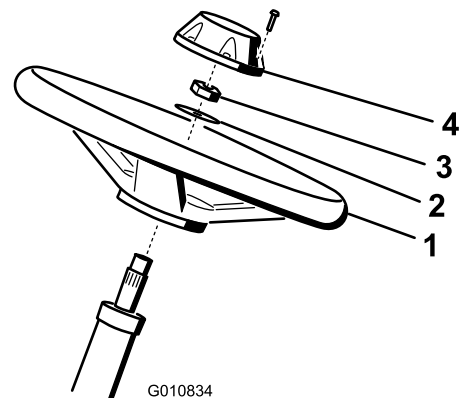

Figure 6
- 1. Appliquez du composé antigrippant sur l'arbre de direction (voir Figure 6).
2. Fixez le volant à l'arbre de direction avec une rondelle et un contre-écrou (Figure 6).
4. Placez le couvre-moyeu sur le volant (Figure 6).